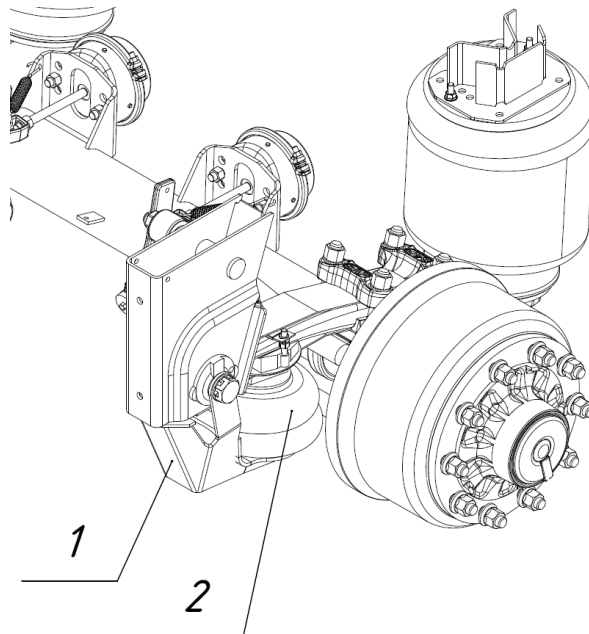

Рис. 1.7 - Механизм подъёма оси
Полуприцепы с пневматической подвеской оснащаются функцией подъёма первой оси (для типа 914296), или первой и четвёртой осей (для типов 914295), или первой и второй осей (для типа 914295) с помощью двустороннего механизма подъёма (рис. 1.7), состоящего из кронштейна (1), пневмоподушки (2) и крепёжных элементов.